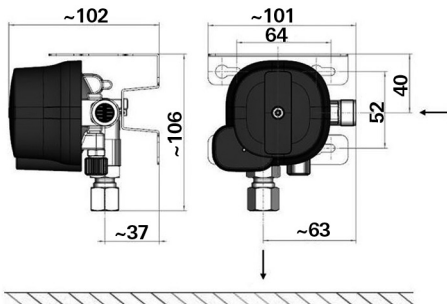

Figure 1 : Dimensions en mm. Représentation pas à l'échelle.
- Pour assurer un fonctionnement correct, le détendeur doit être posé verticalement sur une paroi/un plafond robuste du compartiment à bouteilles de gaz et vissé solidement avec au moins 2 vis disposées en diagonale. Le raccord de sortie doit toujours être pointé vers le bas (figure 1). Respecter le sens du montage.